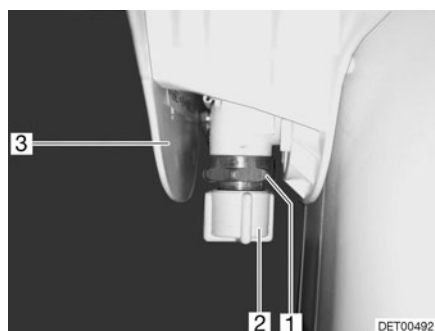

Fig. 173 Vanne toilette à aspiration
- Retirer le couvercle (Fig. 173,3).
- Dévisser le capuchon de fermeture (Fig. 173,2).
- Placer un récipient approprié sous la vanne (Fig. 173,1).